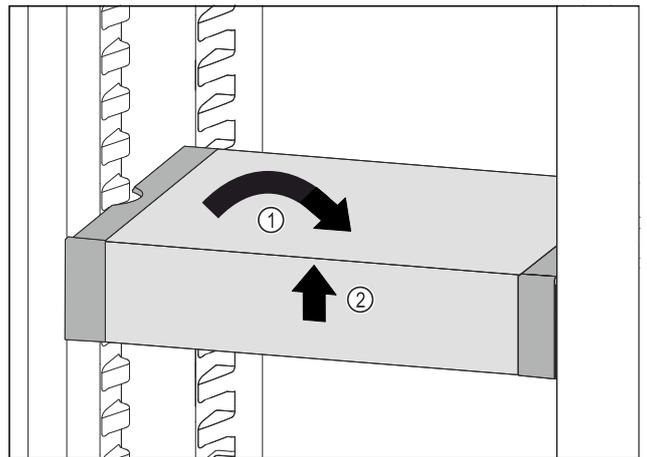

Fig. 97
- Collocare VarioSafe in maniera dritta. Fig. 97 (1)
- Sollevare VarioSafe dal lato anteriore. Fig. 97 (2)